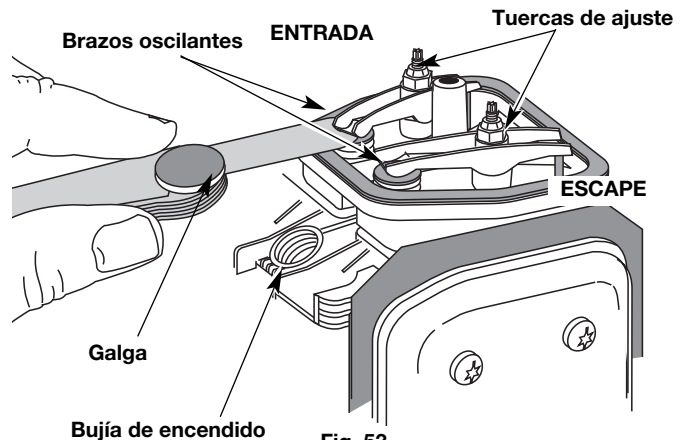

Fig. 53
- El pistón se encuentre en la parte superior de su recorrido mientras mira dentro del orificio de la bujía de encendido (Fig. 53).
- Deslice la galga entre el brazo oscilante y el resorte de retorno de la válvula. Mida el huelgo entre el vástago de la válvula y el brazo oscilante (Fig. 53). Realice esto en las válvulas de entrada y de escape.
El huelgo recomendado para las válvulas de entrada y de escape es 0,076 – 0,152 mm (0,003 – 0,006 pulgadas). Use un calibrador regular de automóvil de 0,127 mm (0,005 pulgadas). El calibrador debe deslizarse entre el balancín y el vástago de la válvula con una ligera cantidad de resistencia, sin doblarse (Fig. 53 y 54).
- Gire la tuerca de ajuste con una llave de 8 mm (5/16 pulgadas) o una guía de tuercas (Fig. 53).